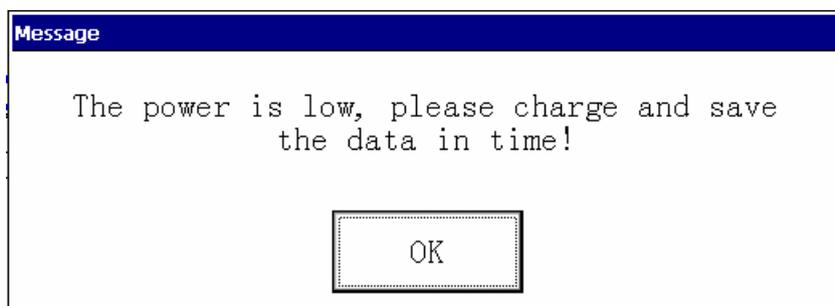

Figura 3.10 Messaggi di richiesta per basso livello di batteria
1) Quando il livello della batteria arriva ad 1 casella, verrà richiesto come mostrato un messaggio in Figura 3.10.